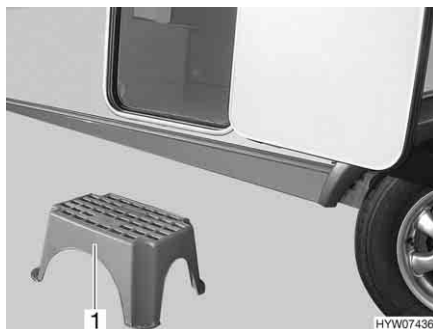

Fig. 15 Scalino di ingresso (non fissato all'interno)
- Collocare lo scalino di ingresso (Fig. 15,1) davanti all'entrata del caravan.